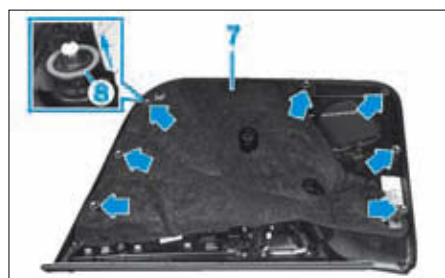

FIG. 34
- Dégrafer la garniture de porte (7) suivant les flèches (Fig.34).
- Déposer la garniture de porte (7).
- Avant d'agrafer la garniture de porte, vérifier que les agrafes soient en position non verrouillées avec la rondelle d'appui (8) en butée (Fig.34).